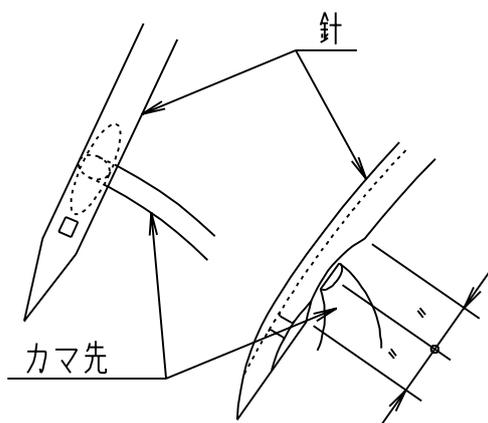

図 2
- 4) ミシン側面のブレーキ解除スイッチを「入」にして、ハンドルを回転方向に回して、針が最下点から上がっている状態で、カマ先が針の左端で、カマ先が針のエグリの中心（図2）になっているか確認して下さい。